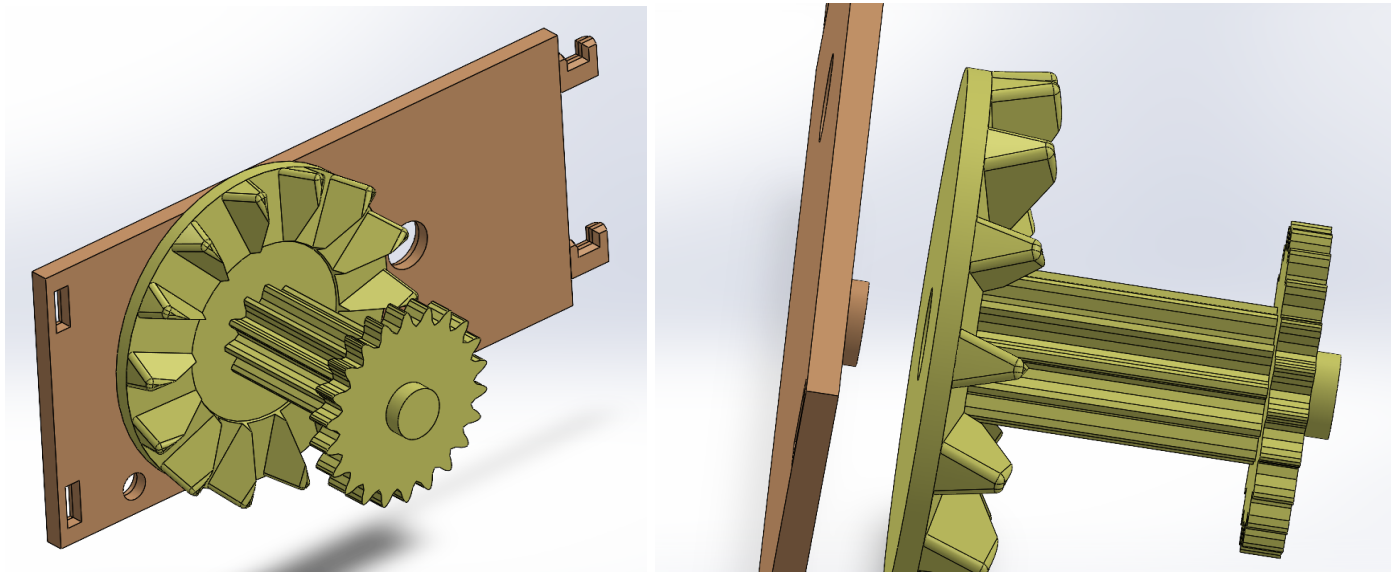

FIGURE 3
**ÉTAPE 3 :** Dans la troisième étape, nous prenons le mur numéroté 11 et l'engrenage numéroté 20 et les assemblons ensemble comme on peut le voir dans la figure 3.